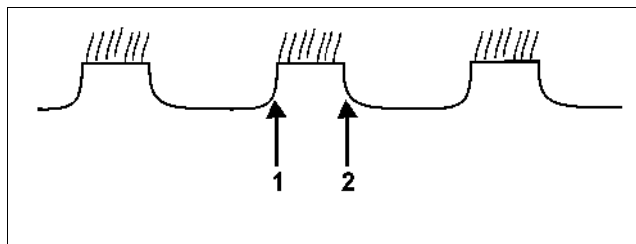

Fig. 21
- Främre tallriksraden ska förskjutas åt höger och kontrolleras på nytt (Fig. 21):